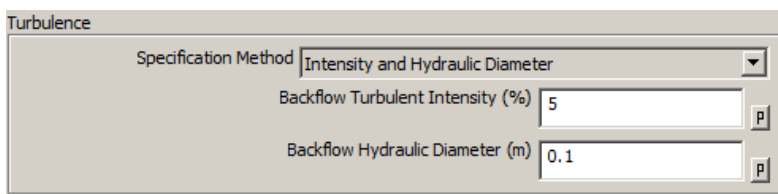

Рис. 44 - Определение параметров турбулентности на выходной границе
**Шаг 12.** Затем в ГУ выхода устанавливаются значения турбулентности возвратного (Backflow) потока методом задания по интенсивности турбулентности и гидравлического диаметра (рис. 44). В меню вводятся значения: